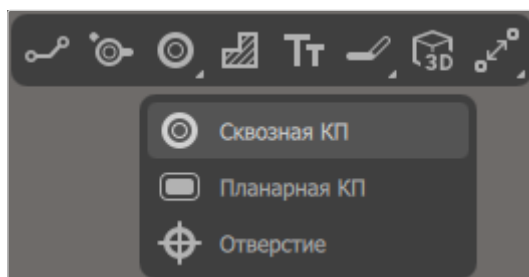

Рисунок 142. Инструменты «Сквозная КП», «Планарная КП» и «Отверстие» на панели инструментов
- 2) В раскрывшемся списке выбрать инструмент «Сквозная КП», «Планарная КП» или «Отверстие» (см. рисунок 142).